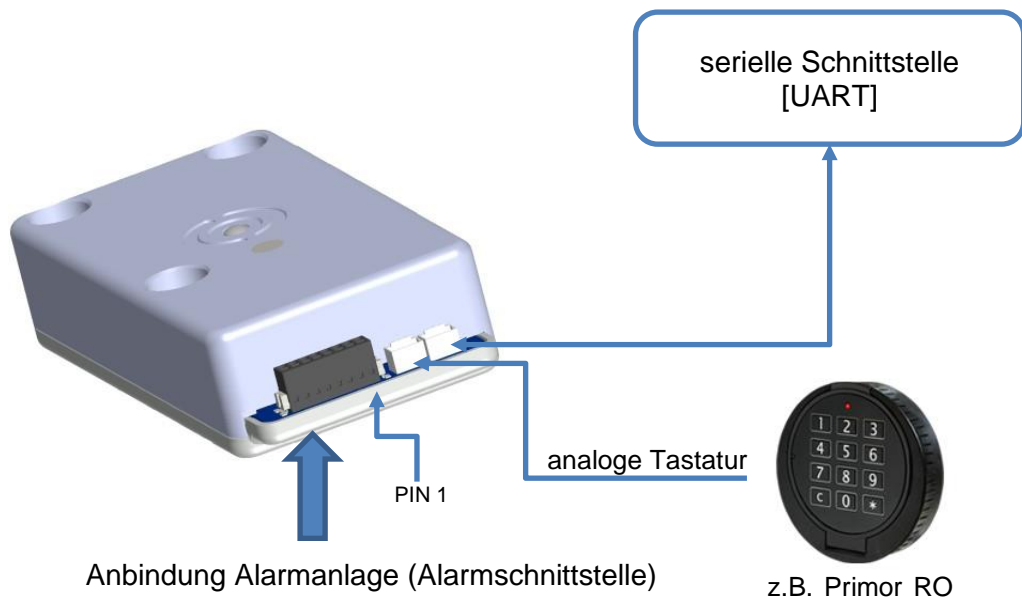

Abbildung 3 - Leitungsanschluss
**Abbildung 3** zeigt die Belegung der Alarmschnittstelle. Außerhalb des Gültigkeitsbereiches des VdS kann ein Anschluss der Signalleitungen direkt erfolgen. Bei den Meldekontakten für den stillen Alarm (gekennzeichnet mit „Duress Alarm“) und dem Riegelstellungeschalter (gekennzeichnet mit „Secure-Out“) erfolgt die Signalisierung jeweils über potentialfreie Kontakte.